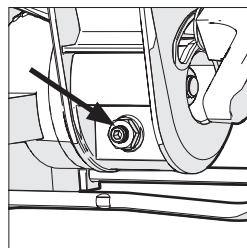

Fig. 10
- Maak de moer aan de afschuin hoekaanpassingsbout los met een 10mm moersleutel en een 3mm inbussleutel (niet meegeleverd). **(Fig. 10)**